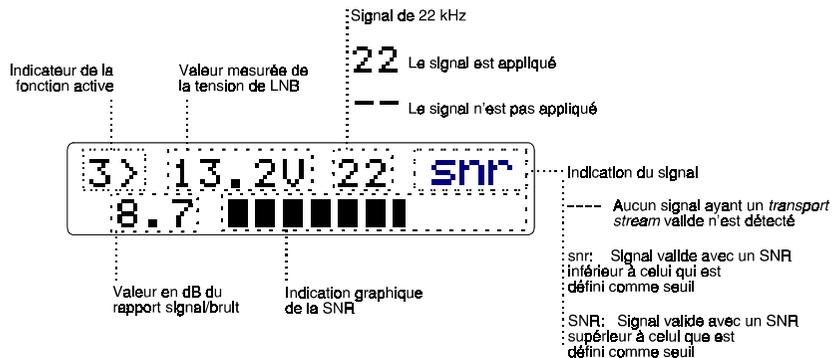

Figure 15.- Mesure du SNR
La ligne supérieure de cet écran continue à montrer la valeur mesurée de la tension de la LNB et si les 22 kHz sont présents (voir figure 15). On peut aussi voir si, dans la fréquence assignée (ou les fréquences assignées) à un satellite déterminé, on peut détecter un signal ayant un *transport stream* valide (et dans ce cas, on verra apparaître "snr" ou "SNR" à l'écran).
5. Connecter la batterie au connecteur J6 visible juste à côté du logement de la batterie (figure 15). Le connecteur permet une seule position ;